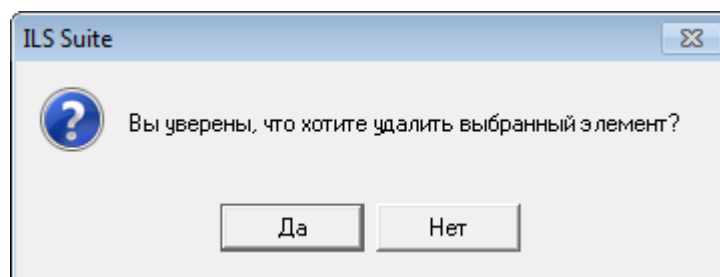

Рис. 13-476 – Диалоговое окно
- 3) Нажать кнопку «Удалить» панели «Правка» (рис. 13-476).